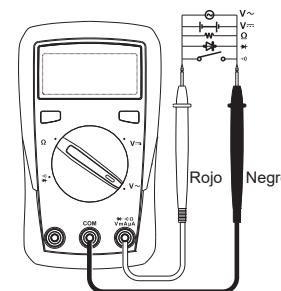

Figura 2
1.AC/DC Medición de tensión (véase la figura 2)
2. Medición de la resistencia (véase la figura 2)
3. Medición de continuidad (véase la figura 2)
4. Medición de diodos (véase la figura 2)